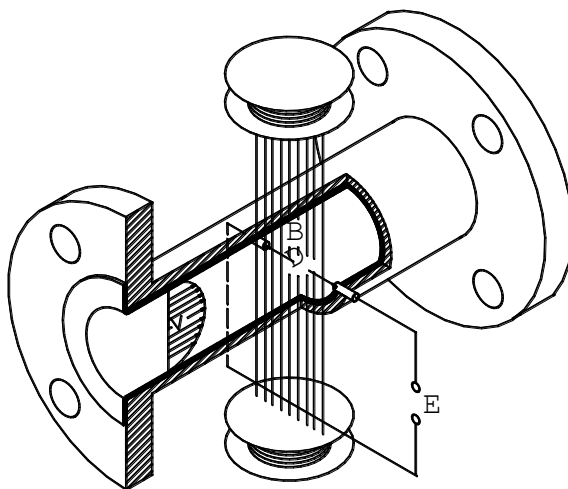

Рисунок 4.1
4.1.1 Принцип действия расходомера основан на явлении электромагнитной индукции (см. рисунок 4.1).
4.2.4 ППР представляет собой отрезок трубопровода из немагнитного материала (см. рис.4.1), внутренняя поверхность которого футерована диэлектриком (фторопластом). В диаметрально противоположных стенках трубопровода установлены два электрода, контактирующие с измеряемой средой и предназначенные для съёма ЭДС индукции (Е). Благодаря такой конструкции ППР расходомер вносит минимальное гидравлическое сопротивление в поток жидкости. Магнитная система ППР состоит из двух последовательно включённых катушек возбуждения и магнитопровода. ЭДС индукции усиливается в блоке аналоговой обработки ПМ, преобразуется в цифровую форму и поступает затем в блок цифровой обработки сигнала. Блок аналоговой обработки сигнала также формирует ток, поступающий на катушки возбуждения магнитной системы ППР.